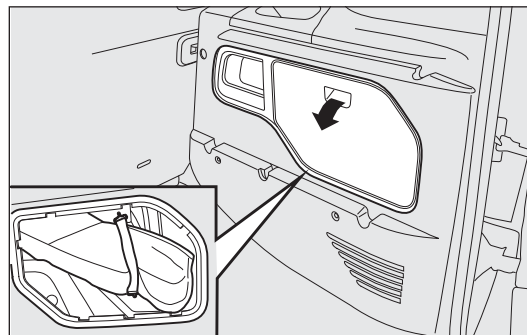

рис. 130
- для исполнений Doblò/Doblò Combi рис. 130: открыть задние двери, изнутри в отсеке на задней правой боковине взять сумку с инструментами путем отцепления эластичного шнура от пряжки, установить ее рядом с заменяемым колесом;